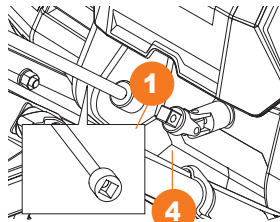

Рис. 7
- Присоедините вал изменения направления выброса **1** к шарниру **4** поворотного механизма, расположенного под батарейным отсеком (Рис. 7).